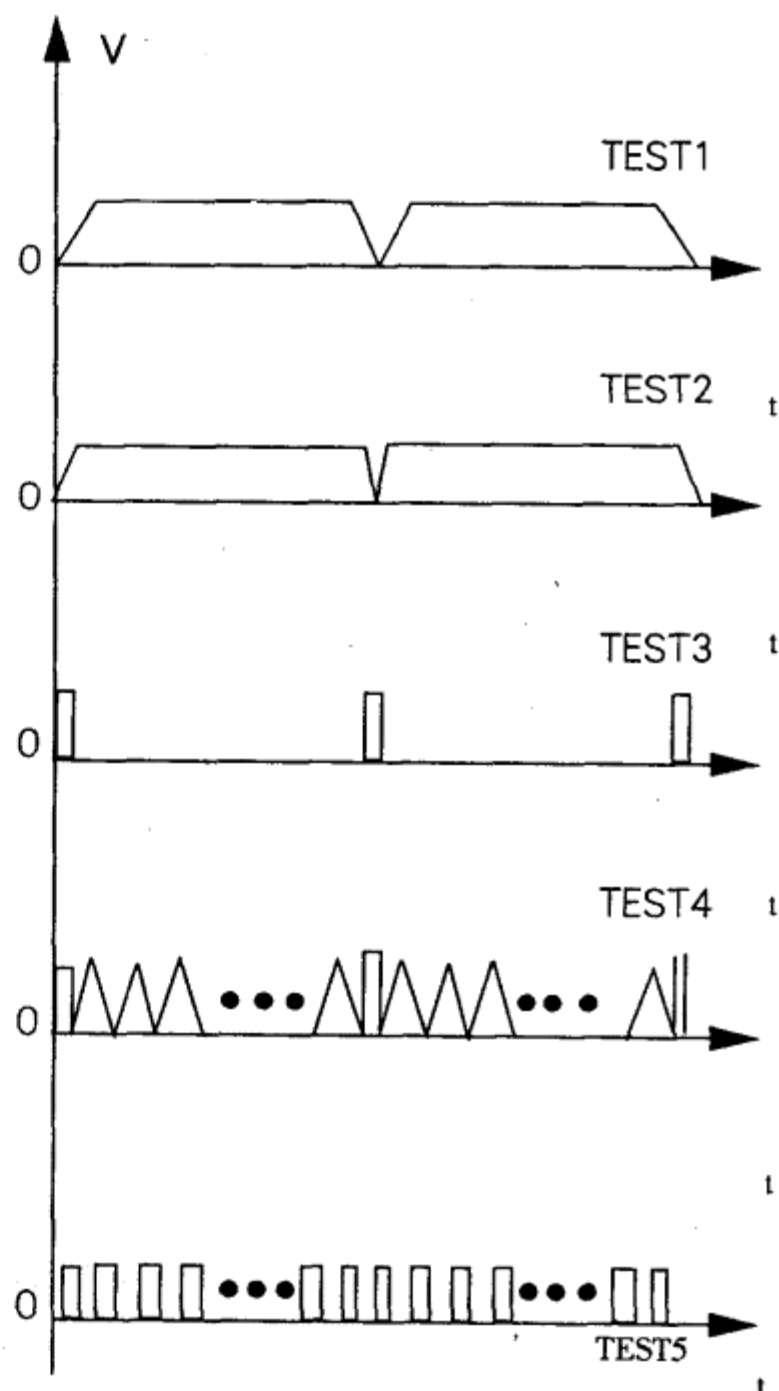

图 3
后,在IC1的输出端得到与电网同步的方波脉冲,驱动IC2的发光管发光。发光管发光时,IC2的三极管部分导通,经IC3后得到电网零点检出脉冲(波形见图3中的TEST1、TEST2、TEST3点)。
由于在现有的直流开关电源专用IC电路中,PWM调制电路中的载波为锯齿波,且与交流电网无法同步,而用于交流调压的载波必须是与电网同步的标准三角波(见图3中的TEST4点)。为了得到只含有奇次正弦波的输出电压,载波的频率 $f_c$ 与市电频率 $f_s$ 之比还必须满足:
由IC4、IC5、R8、R9、C5、R10、W2等元件构成三角载波发生电路, $f_c = R7(4R8C5R9)$ 。调节W2可以调整三角载波的对称度,调节R9可以调整三角载波的工作频率。这样就可以在IC5的输出端得到合乎要求的对称三角载波。IC3输出的市电同步信号加到IC4的方波输出端对三角载波进行调制,得到满足驱动要求的同步载波(图3中的TEST5点)。
- (1)W1的中心头一般调到中点。
- (2)借助于示波器,调W2使三角载波为对称。
- (3)利用频率计,调R10使三角载波的频率为30kHz。
(4)借助于示波器,观察TEST1~TEST5各点的波形应与图3所示相符。